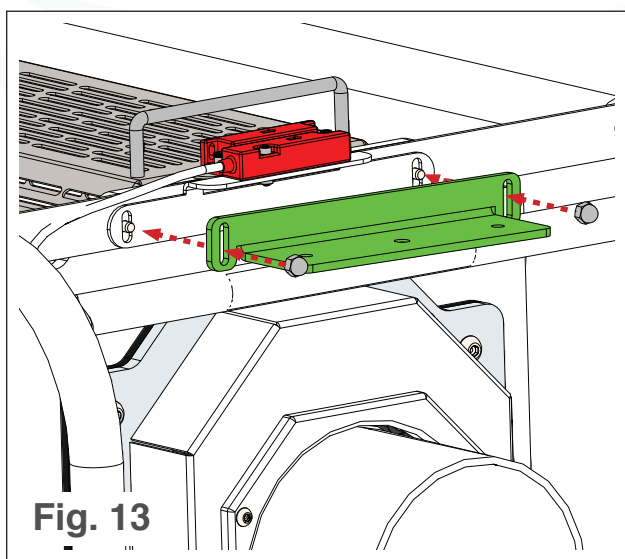

Fig. 13
2. Asegure el soporte de montaje de la tolva al lado elevado de la T2 con tornillos y arandelas (vea la Fig. 13):